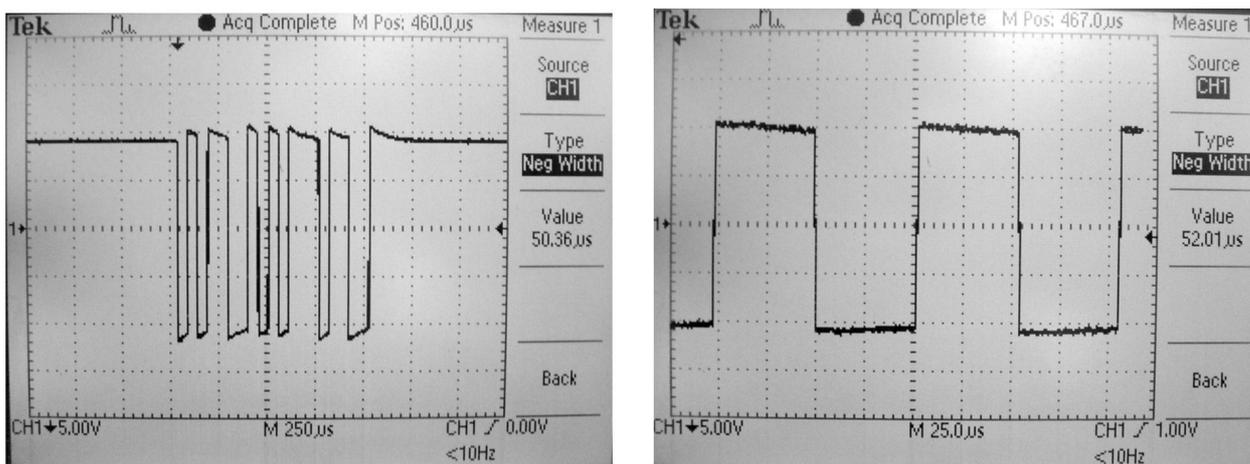

Рисунок 22
- 5) Подключить общий вход осциллографа к контакту 3 разъема ХР3, сигнальный вход осциллографа к контакту 2 разъема ХР3. При помощи осциллографа наблюдать форму контрольного сигнала в интерфейсе RS-232. Запомнить на экране осциллографа форму сигнала (рисунок 22).